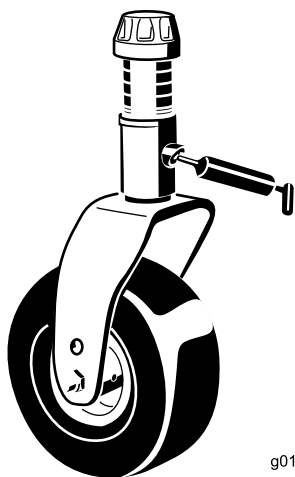

Figura 62
- Dois casquilhos de eixo da forquilha da roda giratória (Figura 62)